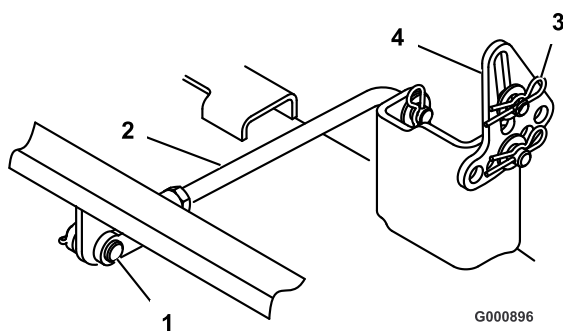

Figura 51
- Retire el pasador y el pasador de seguridad del tirante trasero (Figura 51) de cada lado del cortacésped.
- Retire el pasador y la arandela del soporte de nivelación del cortacésped (Figura 51) en cada lado del cortacésped. Observe en qué taladro está montado el soporte para instalaciones futuras. Retire los soportes del perno de montaje.
6. Conecte el tirante trasero al tractor con el pasador y el pasador de seguridad (Figura 51) en cada lado del cortacésped.
7. Deslice los soportes de nivelación sobre los pernos de montaje y fíjelos con las arandelas y los pasadores (Figura 51).